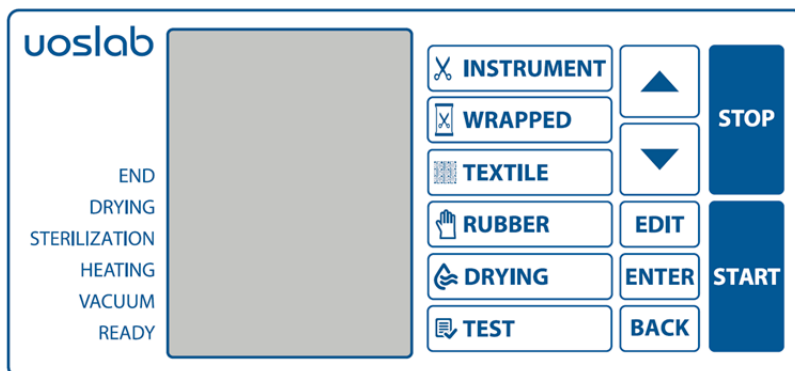

Рис. 4 – Клавіатура стерилізатора
6.2.2 Вибір, редагування програми, запуск і зупинка виконання програми, а також вихід з режиму редагування програми здійснюється за допомогою клавіатури (рис. 4).